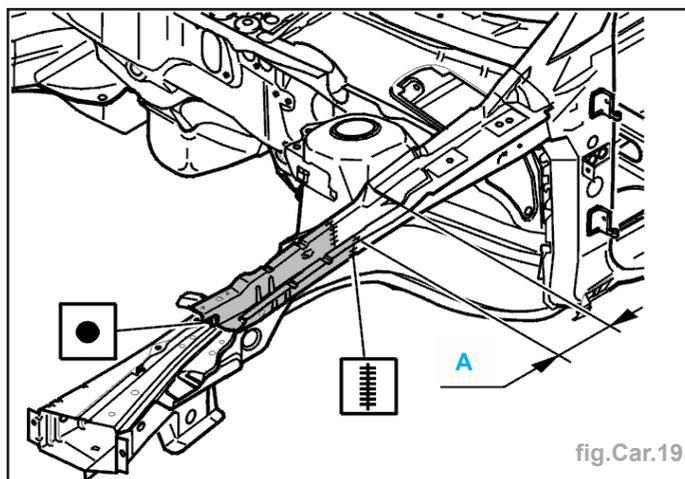

fig.Car.19
- Effectuer une découpe afin que la partie latérale soit plus courte de **100 mm (A)** que le couvercle.
- Souder pour mettre en place (fig.Car.19).